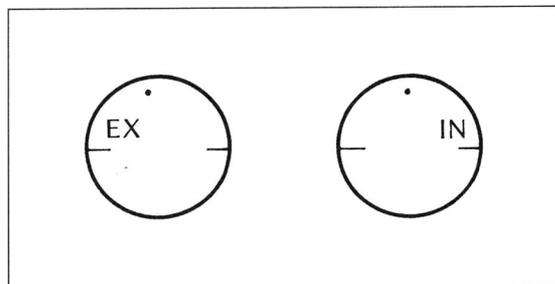

Bild 30
-  Kettenrad-Körnermarkierungen weisen nach oben (Bild 30).